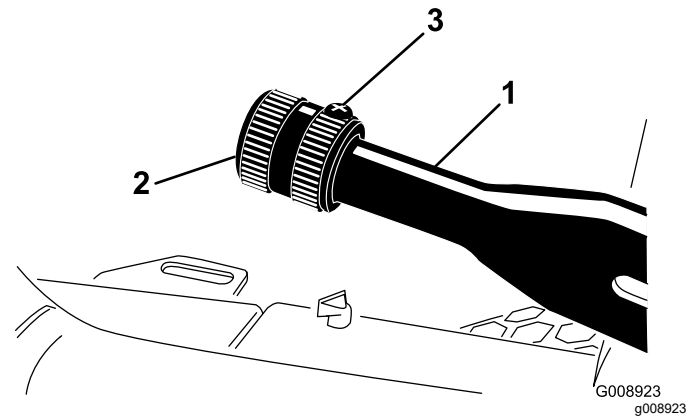

Рисунок 62
2. Ослабьте установочный винт, который крепит ручку к рычагу стояночного тормоза (Рисунок 62).